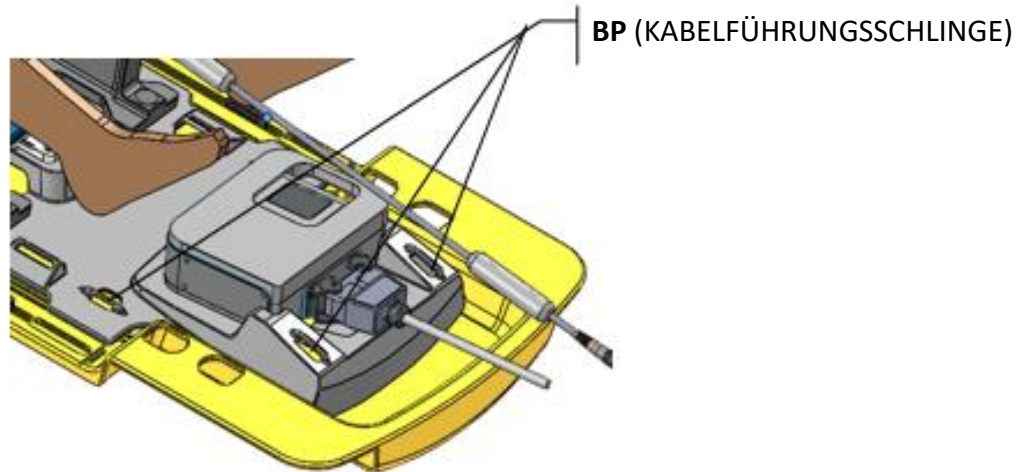

Abbildung 36: Lage der Schlauch-/Kabellaschen auf der Basisplatte
5. *Abbildung 36* Befestigen Sie zwei Schlauch-/Kabellaschen gemäß den Anweisungen in an den in *Abbildung 36* gezeigten Stellen.